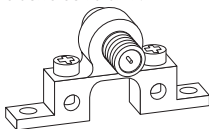

Fig. 1a
- b) **Conexión de la antena:** Conecte un extremo del cable coaxial a la antena y el otro extremo a un bloque de conexión a tierra de 75 ohm (no se incluye). A continuación (Fig. 1a), se muestra un ejemplo de un bloque de conexión a tierra de 75 ohm.